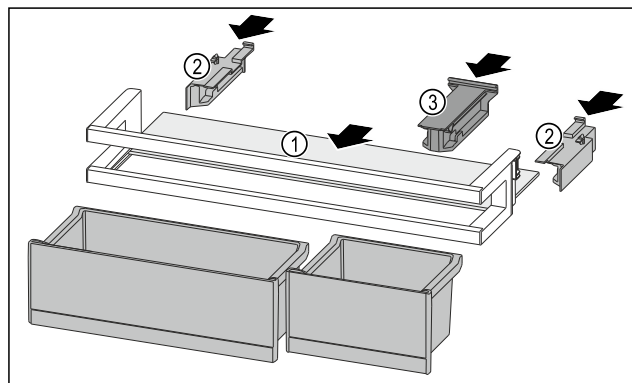

Fig. 198
- Umetnite policu Fig. 198 (1) u bočna udubljenja.
- Umetnite bočne dijelove Fig. 198 (2).
- Umetnite pridržni dio Fig. 198 (3).